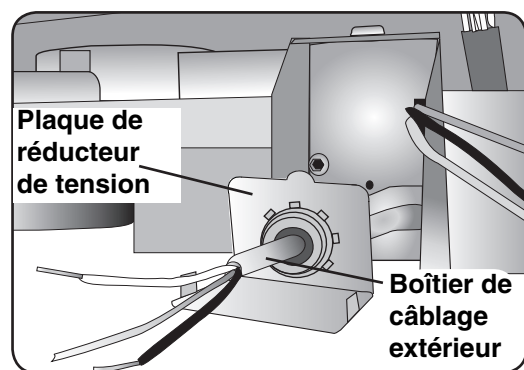

Figure 30
- 2 Passer le câble d'alimentation par le réducteur de tension, figure 30. S'assurer que le boîtier de câblage extérieur dépasse d'environ ½ po (13 mm) par le réducteur de tension.